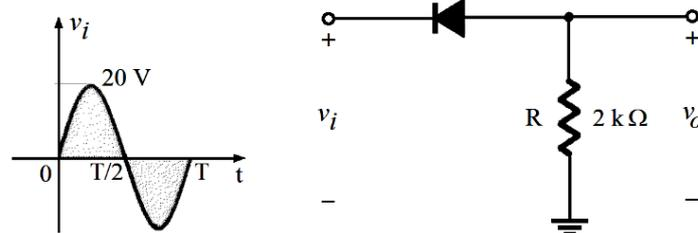

Figura 1.110 – Circuito do EF10 – retificador de 1/2 onda.
►► EF 10 – Calcule o valor RMS da tensão e da corrente de saída do circuito da Figura 1.110.